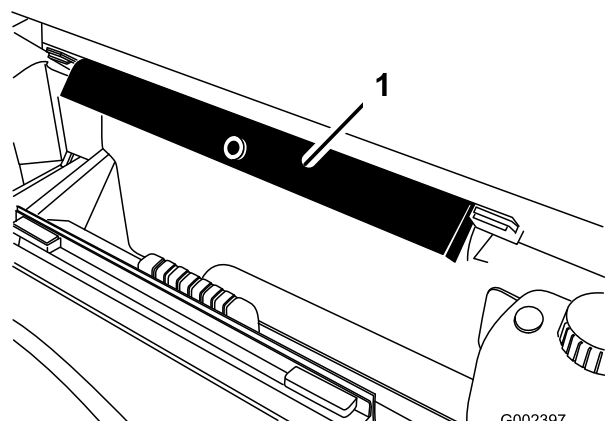

図 100
8. ROPS パネルの後ろについている保管用ブラケットから荷台サポート安全サポートを取り外す 図 100。